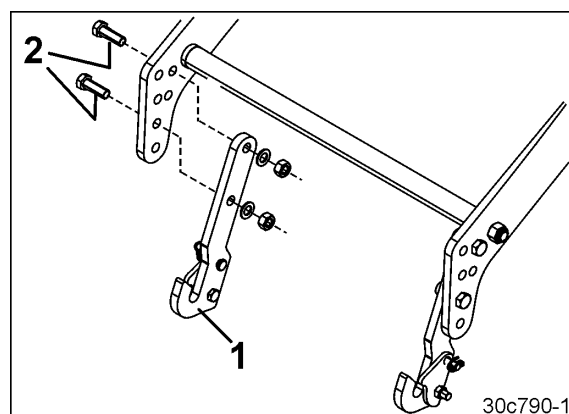

Fig. 102
1. Fastgør (Fig. 102/1) med hver to skruer (Fig. 102/2) på liftrammen.